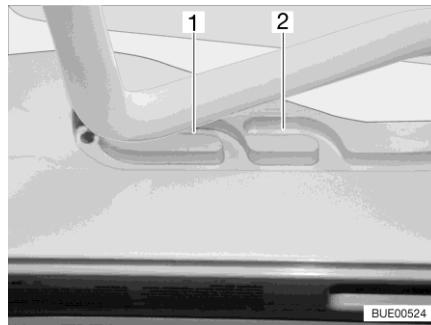
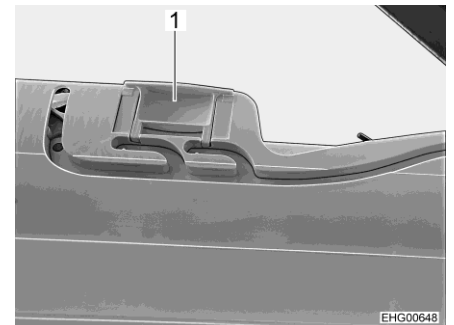

Fig. 29 Glissière (position de ventilation)
Fig. 30 Verrouillage (position de ventilation)
Il est possible d'amener le lanterneau Heki en deux positions de ventilation : Position pour mauvais temps (Fig. 29,1) et position intermédiaire (Fig. 29,2). Selon l'équipement, il est possible de verrouiller le lanterneau en position intermédiaire avec les deux verrous (Fig. 30,1) à gauche et à droite du cadre du lanterneau.
- Pousser légèrement l'étrier vers le haut, le pousser dans la glissière choisie (Fig. 29,1 ou 2) et le verrouiller si nécessaire.